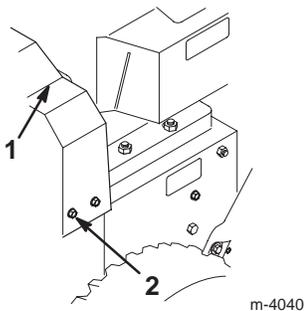

Bild 30
3. Entfernen Sie die drei Schrauben, mit denen die Riemenabdeckung befestigt ist, und legen Sie die Abdeckung zur Seite (Bild 30).